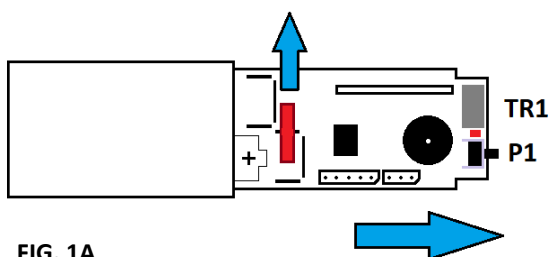

FIG. 1A
1. Rimuovere l'articolo dalla confezione. Sfilare la scheda come indicato in **FIG. 1A** e rimuovere la linguetta di protezione salva batteria.